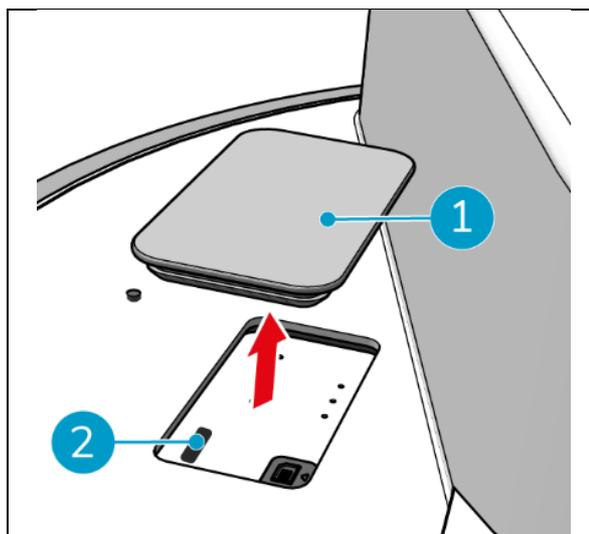

Figura 23
1. Rimuovere la piastra di copertura (Figura 23, pos. 1).
2. Aprire il tappo di gomma dell'alloggiamento della scheda SIM (Figura 23, pos. 2).